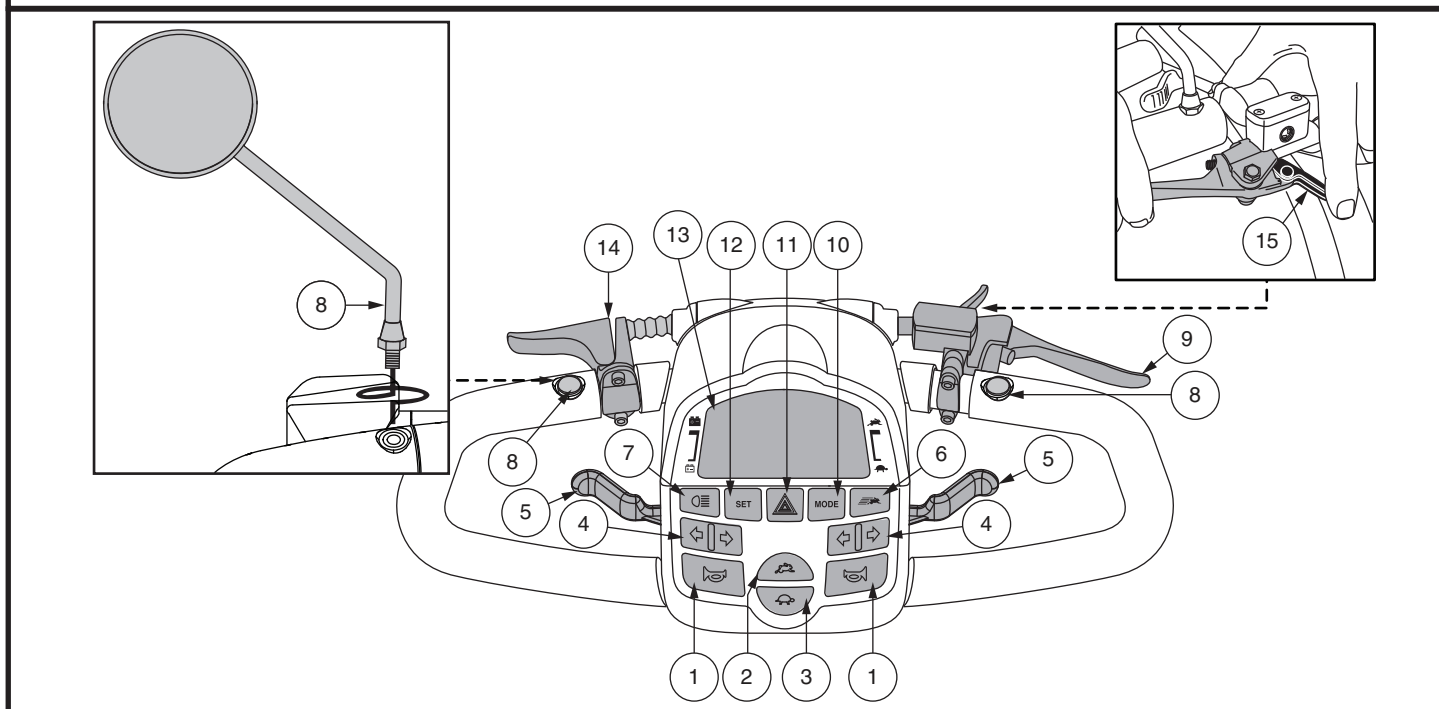

Figure 1. Panneau de commande LCD
Le tableau de bord et le guidon inférieur comprennent toutes les commandes nécessaires pour conduire votre véhicule, y compris le panneau de commande LCD, les leviers d'accélérateur, la clé de contact et le commutateur du levier d'accélérateur. **Voir la figure 1.**
Ces leviers vous permettent de contrôler la vitesse avant et arrière de votre VMP jusqu'à la vitesse maximum déterminée par les boutons de réglage de la vitesse. Un levier d'accélérateur se trouve sur la partie inférieure des côtés gauche et droit du guidon. **Voir la figure 1.**
- Appuyer une fois sur le bouton **Hi-Lo** pour fixer le réglage de la vitesse à Hi. L'indicateur Hi-Lo s'affiche sur l'écran LCD. **Voir la figure 1.** L'utilisation de ce paramètre en conjonction avec les boutons de réglage de la vitesse permet au véhicule d'atteindre des vitesses jusqu'à la vitesse maximale préprogrammée pour le véhicule.
Le panneau de commande LCD vous donne des informations intuitives via l'écran LCD. Voir la figure 1. L'écran LCD est également utilisé lors de la configuration initiale (activation) des différents paramètres du panneau de commande.